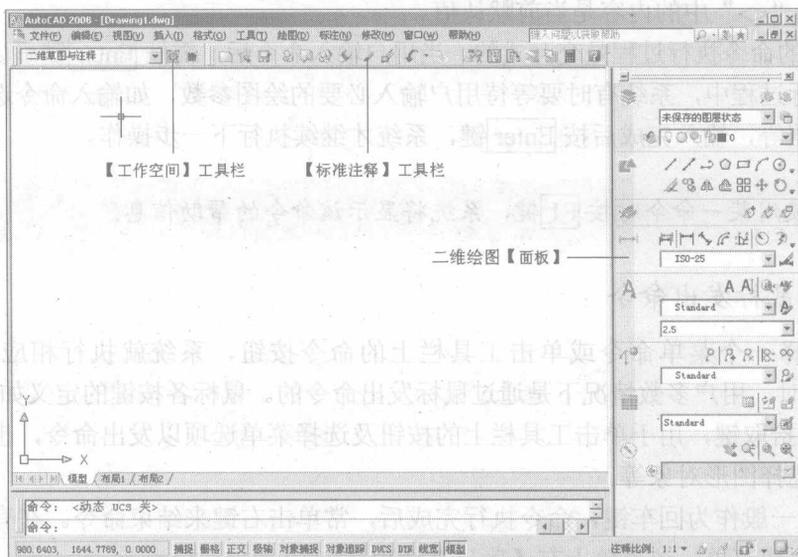

图 1-11 “二维草图与注释”工作空间
2. 打开【工作空间】工具栏中的下拉列表，选择【二维草图与注释】选项，进入“二维草图与注释”工作空间，如图 1-11 所示。该空间包含【工作空间】工具栏、【标准注释】工具栏及二维绘图【面板】。【面板】中包含了二维绘图常用的命令按钮，选择菜单命令【工具】/【选项板】/【面板】就可以打开或关闭该面板。